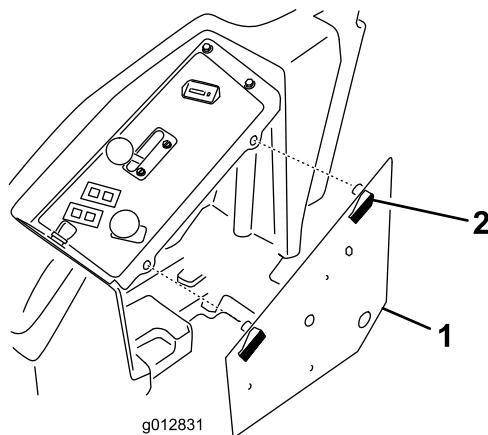

Bild 22
4. Entriegeln Sie die Armaturenbrettabdeckung und nehmen sie ab (Bild 22).
- Entriegeln Sie die Armaturenbrettabdeckung und nehmen sie ab (Bild 22).